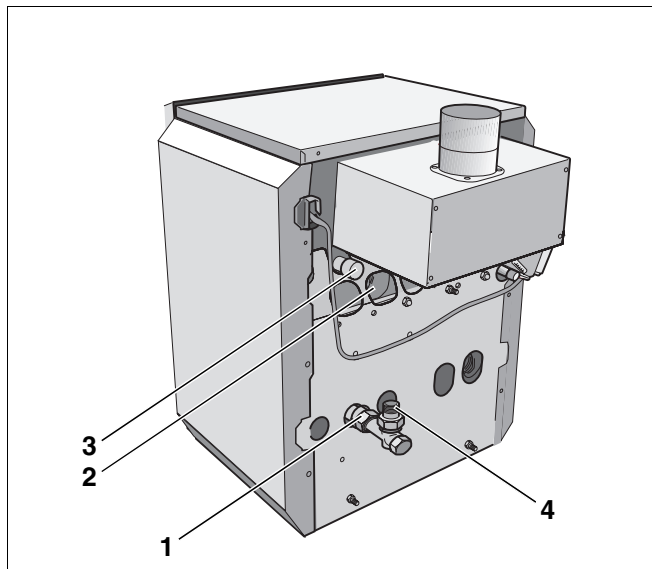

Abb. 10 Anschlüsse Logano G124 WS
- Heizungsrücklauf immer am Übergangsstück G 1¼ auf R 1 (Abb. 10, **Pos. 4**) anschließen.
- HeizungsVorlauf am Vorlaufanschluss des Heizkessels VK (Abb. 10, **Pos. 3**) anschließen.
- Vorlauf eines Warmwasserspeichers am Anschluss VS (Abb. 10, **Pos. 2**) anschließen.